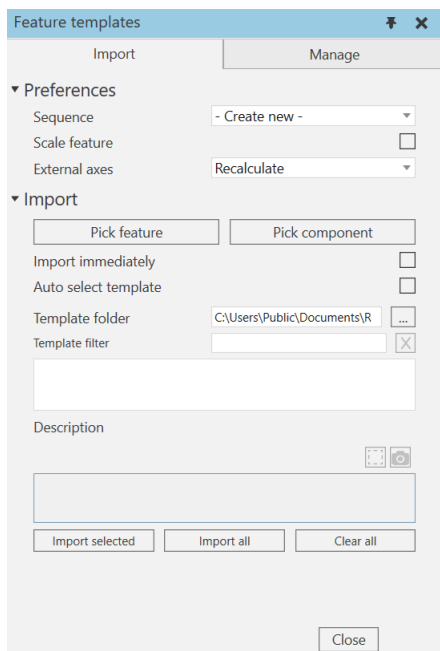

Рисунок 117 – Окно Feature templates
5. Теперь нажмите кнопку **Импорт и управление**, и появится окно Feature templates - импортировать шаблоны объектов (рис.117).